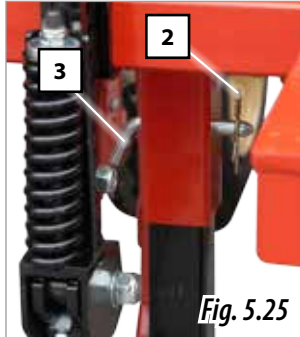

Fig. 5.25
- 1- Retirar el pasador (2, fig. 5.25).
- 2- Sujetar el pie de apoyo con una mano y con la otra mano retirar el bulón (3, fig. 5.25).
- 4- Colocar el bulón (3, Fig. 5.25) y el pasador. (2, Fig. 5.25).